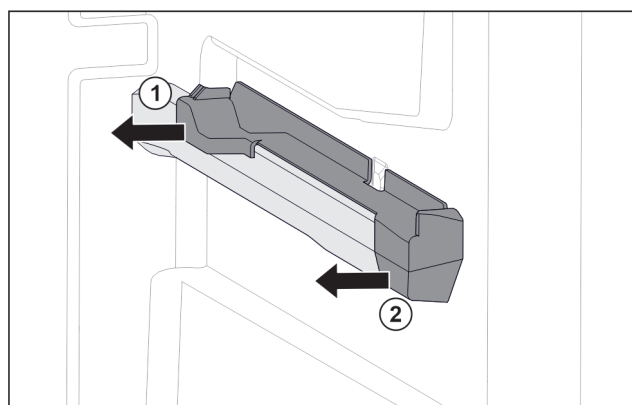

Fig. 93 Element nasadzany na prawym żebrze pojemnika
- ▶ Odciągnąć element nasadzany z tyłu w bok. Fig. 93 (1)
- ▶ Odciągnąć element nasadzany z przodu w bok. Fig. 93 (2)